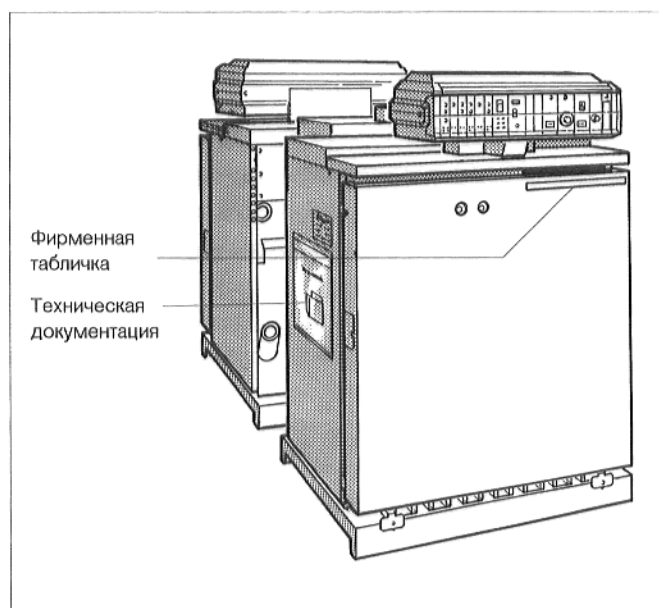

Рис. 20. GE 324 LDZ, в полностью смонтированном виде.
- Вытащить фирменный щиток из прозрачного кармана с технической документацией и вдавить в передней стенке котла (рис. 20).
- Закрепить, при помощи двух винтов, прозрачный карман с технической документацией на той боковой стенке, на которой он лучше виден (рис. 20).